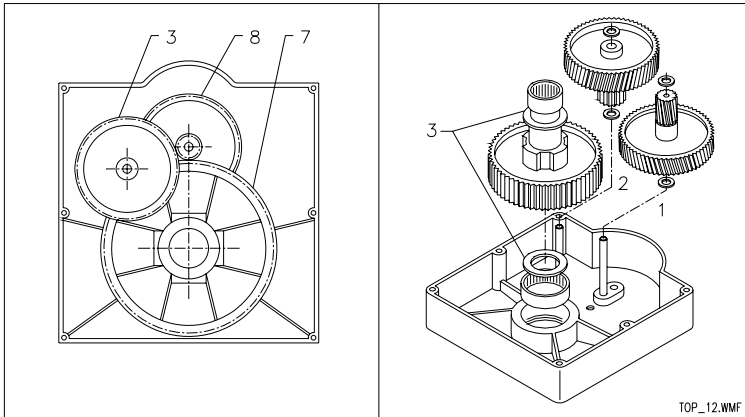

FIG. 13
1. Insérer les rondelles de calage dans les positions 1-2-3 FIG. 13.
2. Insérer l'engrenage à dents hélicoïdales FIG. 13 Réf.8 Z=87 renforcé, en faisant attention que le pignon soit tourné vers le haut.
3. Insérer dans le trou l'arbre avec engrenage à denture FIG. 13 Réf.7 Z=54.
4. Insérer sur l'arbre latéral l'engrenage à dents hélicoïdales FIG. 13 Réf.3 Z=46, en faisant attention que le pignon à denture droite soit tourné vers bas.